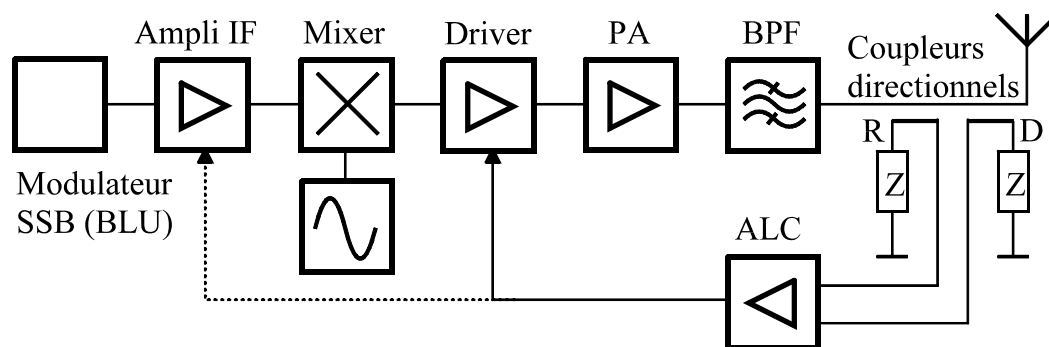

Figure 6.7 Schéma bloc simplifié d'un émetteur BLU, montrant le fonctionnement de l'ALC.
- 6.7 * Dans les émetteurs d'une certaine puissance (plus de 5 W) on trouve généralement sur la sortie un circuit de protection appelé ALC (*Automatic Level Control* – Contrôle automatique du niveau). Ce circuit peut avoir deux fonctions, pas toutes deux présentes dans chaque transceiver. Examinons d'abord son fonctionnement général selon la **Figure 6.7** qui représente le schéma bloc simplifié d'un émetteur BLU. Le signal d'un modulateur BLU est amplifié, puis mélangé pour atteindre la fréquence finale d'émission. On trouve ensuite un étage *driver* (pour atteindre le niveau de puissance requis pour attaquer l'étage final) puis l'étage final de puissance (PA). Vient ensuite un filtre passe-bande (BPF – *Band Pass Filter*) et deux coupleurs directionnels.